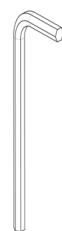

Fig. 10a
- Clé Allen 4mm servant à l'ajustement de certains composants (Fig. 10a);